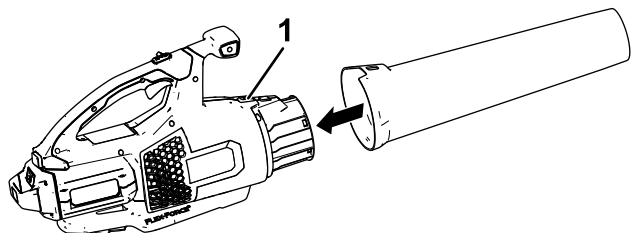

Figure 1
Glissez le tube du souffleur sur le carter du souffleur. Vous devrez éventuellement appuyer sur le verrou du tube du souffleur pour le bloquer en position (Figure 1).
3. Tenez la poignée et poussez la batterie à l'intérieur jusqu'à ce que le verrou s'enclenche en position (Figure 1).